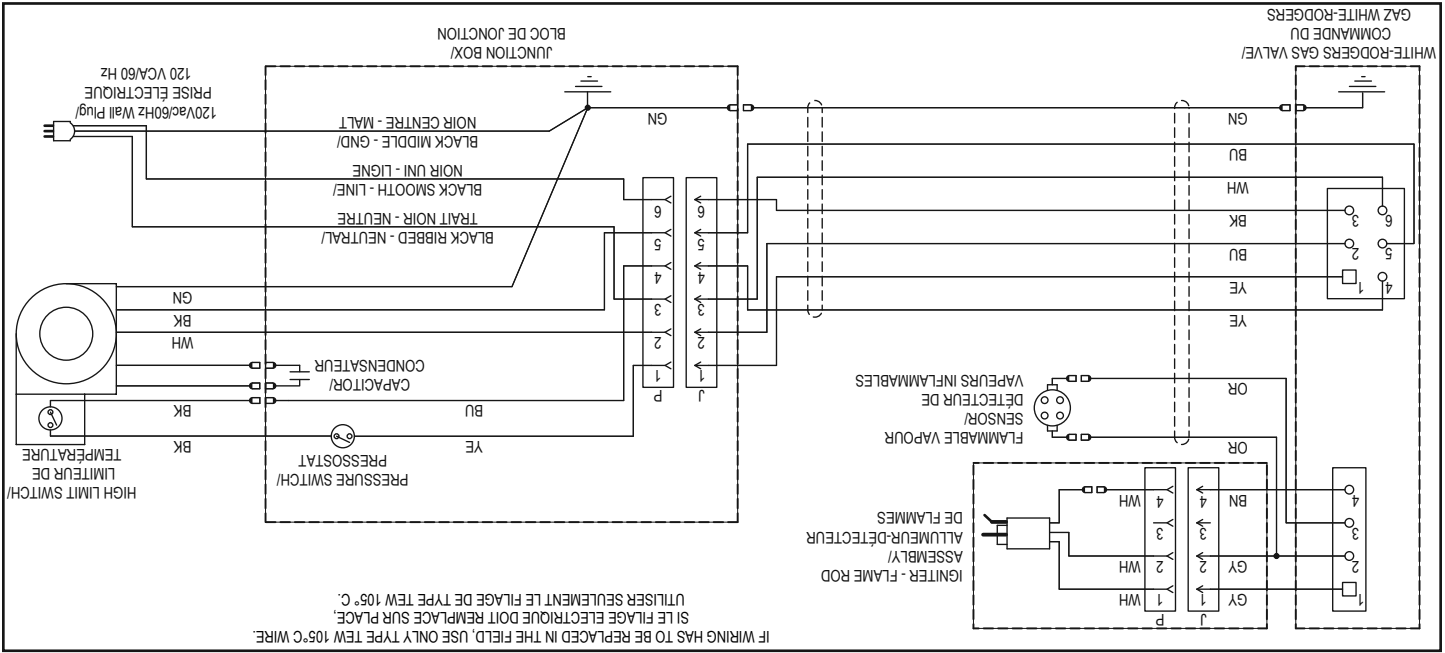

Figure 30
**Important :** Les commandes électriques à l'intérieur de la commande de gaz thermostatique de ce chauffe-eau sont sensibles à la polarité. S'assurer que l'alimentation électrique est correctement raccordée dans le boîtier de la prise. Un mauvais polarité empêcherait l'appareil de fonctionner correctement (voir Figure 30 [White-Rodgers]). Avant toute intervention sur le circuit électrique, étiqueter tous les fils pour éviter les erreurs de raccordement. Si des câbles doivent être changés, utiliser